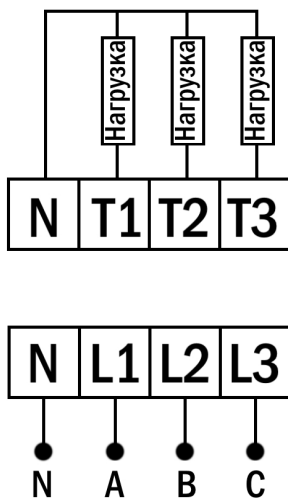

Рис. 3 – Схема подключения
2. Подключите прибор к источнику питания согласно схеме подключения (рис. 3).
4. Подключите прибор к нагрузке согласно схеме подключения (рис. 3).